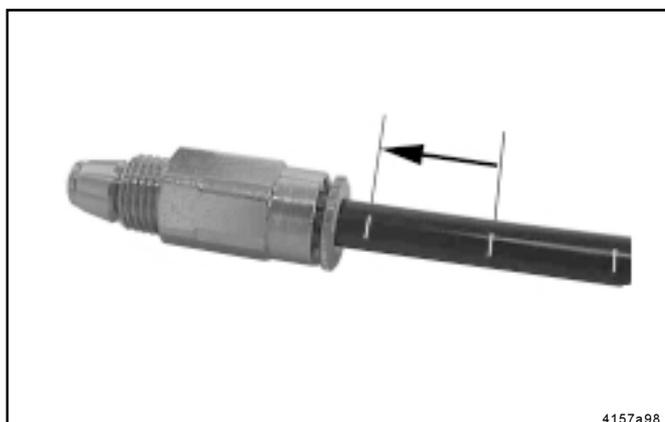

Abb. 28: Rückschlagventil mit gerändelter Zange und Druckkunststoffrohr
- Druckkunststoffrohre sind mit weißen Markierungsstrichen (Abb. 28) versehen, die als Montagehilfe dienen.